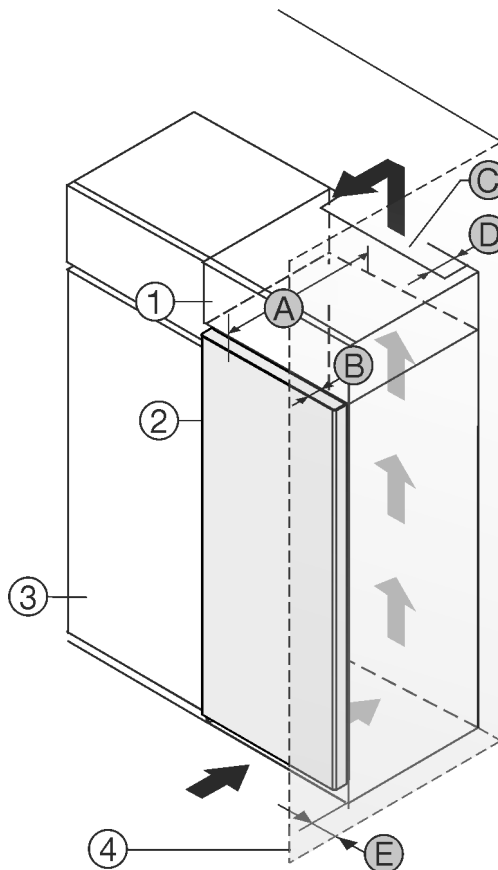

Fig. 1
- (1) Nastavná skříňka *
- (2) Přístroj *
- (3) Kuchyňská skříň *
- (4) Stěna *
- (5) Hloubka přístroje *
- (6) Hloubka dvírek *
- (7) Ventilační průřez *
- (8) Vzdálenost zadní strany přístroje *
- (9) Vzdálenost k zadní straně přístroje *
Můžete přístroj nainstalovat přímo vedle kuchyňské skřínky Fig. 1 (3)*.
Na zadní straně nastavné skřínky musí být větrací šachta hluboká Fig. 1 (7) přes celou šířku nastavné skřínky.*
Pod stropem místnosti musí být dodržen ventilační průřez Fig. 1 (7)*.
Když přístroj instalujete závěsy vedle stěny Fig. 1 (4), musí být vzdálenost mezi přístrojem a stěnou minimálně 13 mm.*
Aby bylo možné dvířka plně otevřít, musí přístroj přesahovat o hloubku dvírek Fig. 1 (6) vůči přední linii kuchyňské skřínky. V závislosti na hloubce kuchyňských skříněk Fig. 1 (3) a použití vymezovačů odstupů od stěny může přístroj vyčnívat dále.*